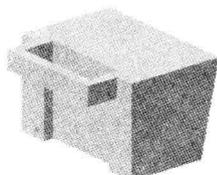
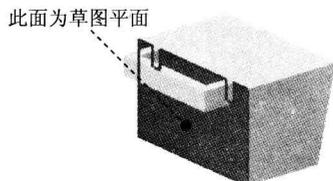

图 1.7 拉伸特征 3
图 1.8 定义草图平面
Step4. 创建图 1.7 所示的拉伸特征 3。
(1) 选择命令。选择下拉菜单 **插入(I) → 设计特征(F) → 拉伸(E)...** 命令（或单击 **拉伸(E)...** 按钮），系统弹出“拉伸”对话框。
(2) 单击“拉伸”对话框中的“绘制截面”按钮 ，系统弹出“创建草图”对话框。
① 定义草图平面。单击  按钮，选取图 1.8 所示的模型表面为草图平面，单击 **确定** 按钮。